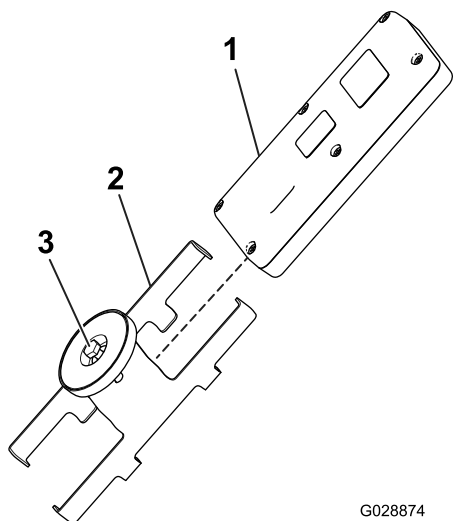

Figure 22
5. Placez la télécommande portable dans le support magnétique, réunissez les deux moitiés du support et serrez le boulon dans l'aimant (Figure 22).